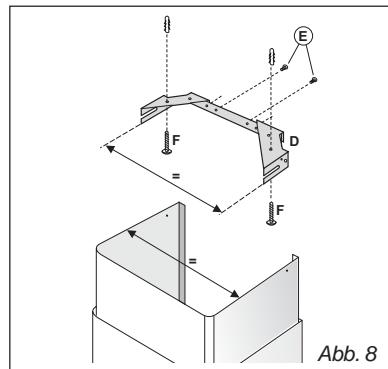

Abb. 8
- Die Breite des Haltebügels (D) des Teleskoprohrs wird mit den Schrauben (E) auf Abb.8 eingestellt. Danach wird der Bügel mit Hilfe der mitgelieferten Dübel und Schrauben (F) an der Decke befestigt, wo er mit der Abzugshaube ausgerichtet werden muss.